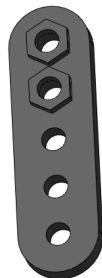

图 11-20 配合后的装配体
2) 添加相应的配合关系，配合后的装配体如图 11-20 所示。